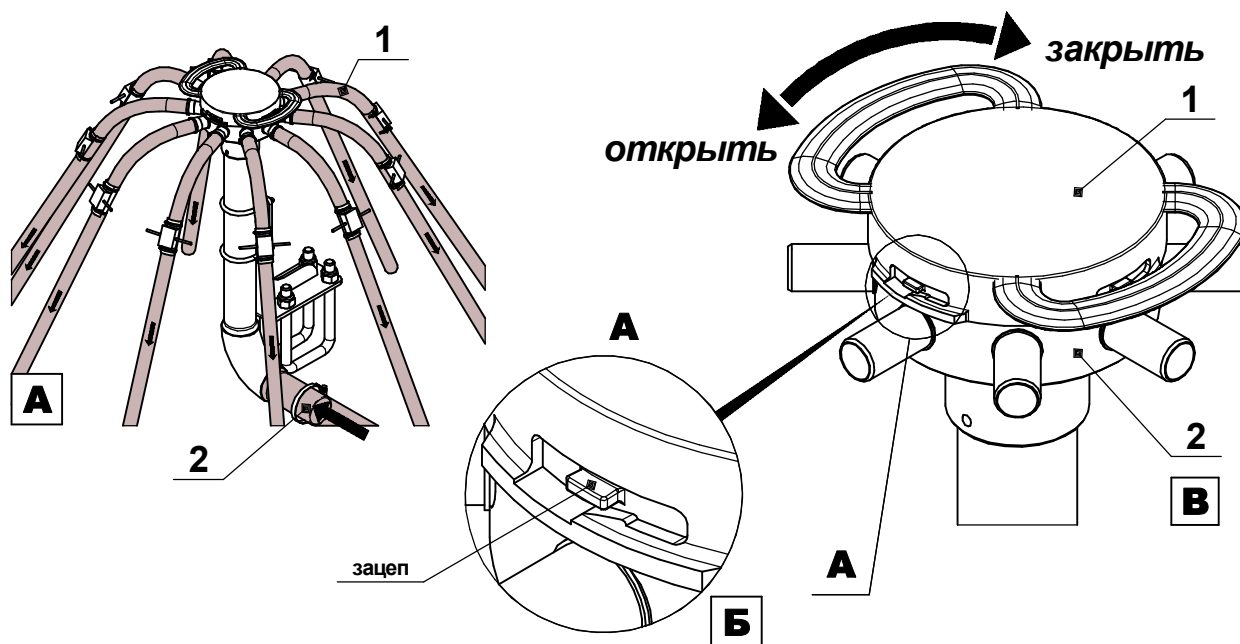
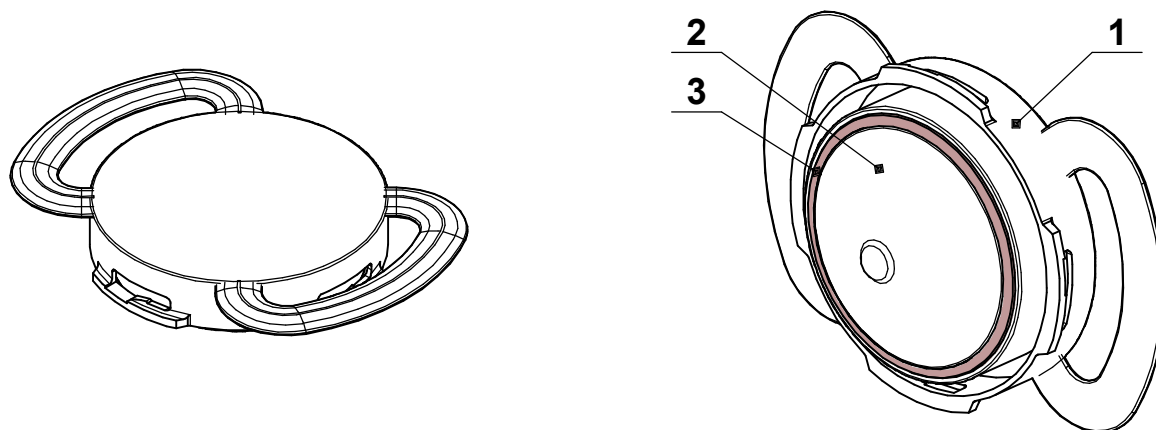

Рис.3.9 - Башня распределения посевного комплекса FEATAGRO серии «SD-9900» / «SD-12600».
Рис.4 - Крышка башни распределения посевного комплекса FEATAGRO серии «SD-9900» / «SD-12600».
На посевных комплексах устанавливаются полимерные, быстро обслуживаемые, многоканальные башни распределения, от 6 до 12 каналов **рис.3.9 А**, в зависимости от ширины комплекса и количества рабочих органов, к которым подводится транспортируемый материал.
При повороте крышки (**поз.1 рис.3.9 В**) башни распределения вправо, происходит расфиксация крышки и корпуса (**поз.1 и 2 рис.3.9 В**), башня готова к техническому обслуживанию, при повороте крышки в лево происходит зажим прокладки крышки **поз.3 рис.4**, герметизация и фиксация крышки и корпуса.
В связи с полимерными материалами корпуса и крышки (**поз.1 и 2 рис.3.9 В**) распределительной башни необходимо соблюдать осторожность при работе с ними и при обслуживании.
10. Если засор находится не во вторичном шланге или сошнике, снимите крышку с башни (**поз.1 рис.3.9 В**) и очистите кольцо коллектора (корпус башни) (**поз.2 рис.3.9 В**).